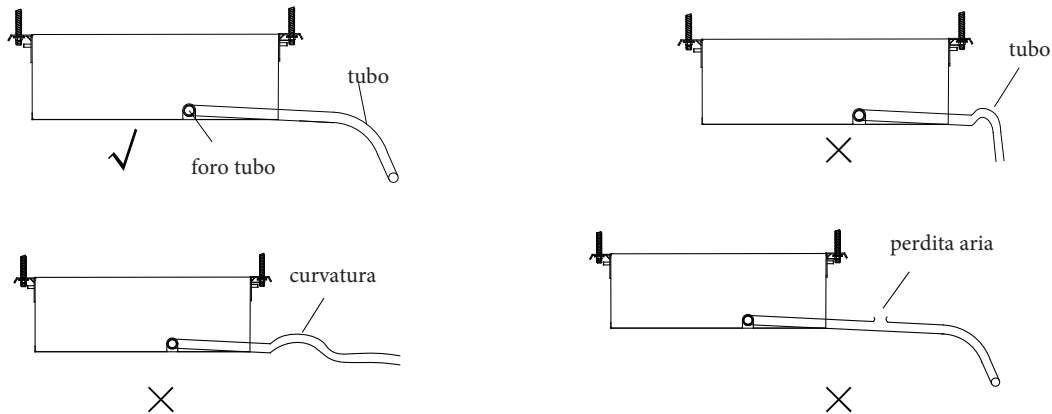

Fig. 23
- (1). Installare il tubo flessibile di scarico con una pendenza verso il basso di 1/50 o 1/100 e non utilizzare colonne montanti o sifoni per il tubo flessibile (Fig. 23)
- (2). Accertarsi che non siano presenti rotture o perdite sul tubo flessibile di scarico per evitare la formazione di sacche d'aria (Fig. 23).